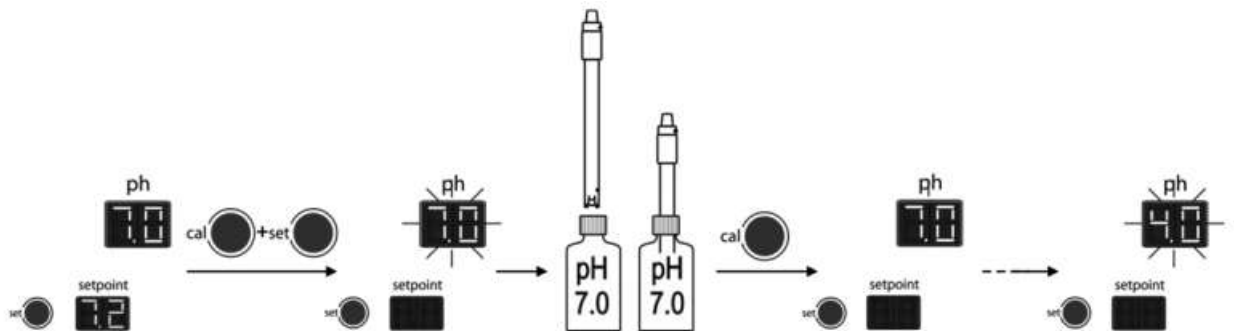

Fig. 3.1
2. Pressione simultaneamente as teclas “CAL” [10] e “SET” [7] durante alguns segundos, até que a tela superior [5] (verde) pisque e indique “7,0”. (Fig. 3.1)